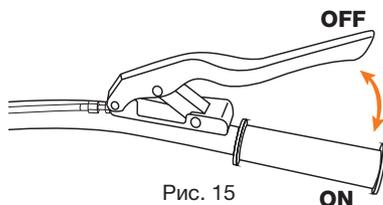

Рис. 15
РЫЧАГ СЦЕПЛЕНИЯ (РИС. 15)
- Аккуратно нажмите на рычаг сцепления (Рис. 15) и начните движение.